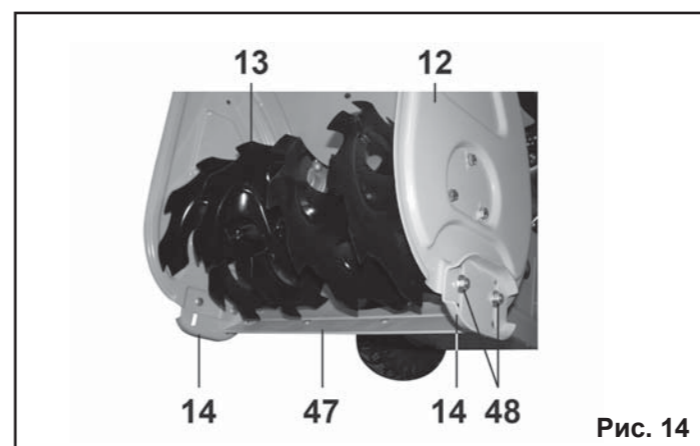

Рис. 14
7.1. Регулировка положения башмаков (Рис.14).